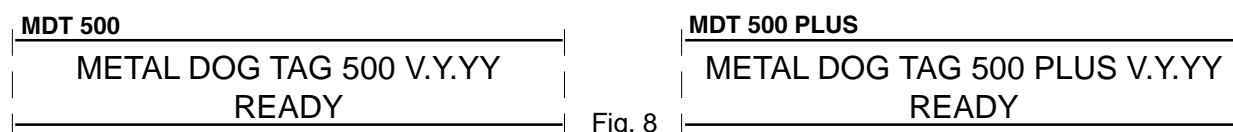

Fig. 8
Premere il pulsante di **START** sul pannello frontale a fianco del display per eseguire il reset generale. A fine ciclo sul display appare il messaggi di fig.8 per indicare lo stato attivo della macchina.
*Press the **START** key on left side of the front panel beside the display. This activates a general reset which, when completed, will leave another message (Ref. Fig 8) on the display to indicate the Ready state of the machine.*